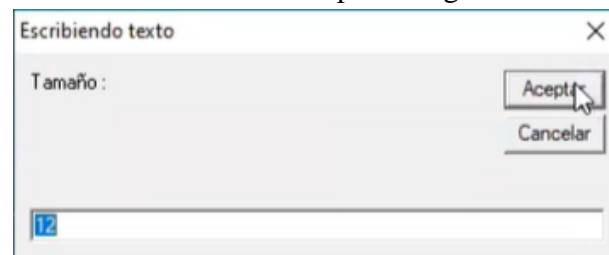

Figura 376. Tamaño del texto.
47. En la tercera ventana, presionar “Aceptar” para que aparezca una nueva ventana e introducir un tamaño de texto adecuado. Presionar “Aceptar”. Figura 376.